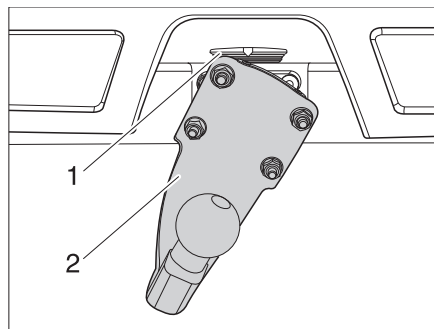

Fig. 4 Dispositif d'attelage
- Placer le dispositif d'attelage (Fig. 4,2) sous un angle de 90° au dispositif de blocage (Fig. 4,1).
- Faire pivoter le dispositif d'attelage (Fig. 4,2) vers le bas jusqu'à ce que le dispositif de blocage (Fig. 4,1) se verrouille.
- Pousser le dispositif de blocage (Fig. 4,1) vers le haut.
- Faire pivoter le dispositif d'attelage (Fig. 4,2) de 90° vers la gauche.
- Relâcher le dispositif de blocage (Fig. 4,1).
- Retirer le dispositif d'attelage (Fig. 4,2).